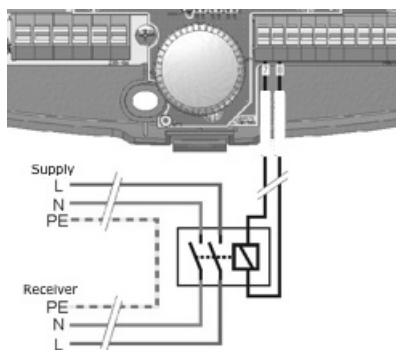

Fig. 17.10 Conexiunea releului cu iesirea H.
Pentru conectarea la radiator folosiți releul conectat ca și în Fig. 17.10. Cablul care conectează controller-ul și transmitter-ul nu trebuie să aibă o rezistență mai mare de 1Ω (vezi Tabelul cu lungimea cablurilor și rezistențele din secțiunea 20.2.1). Rezervorul radiatorului trebuie conectat printr-un releu cu curent maxim de contact nu mai mic decât curentul nominal al radiatorului. Tipul de releu recomandat este Finder 44.62.7.006.0000 care are o capacitate de încărcare de 2x10A. Este potrivit pentru controlul radiatorelor (încărcarea rezistenței) cu putere de până la 2.5k VA. Releul și baza acestuia sunt disponibile ca accesorii. Dacă alegeți să folosiți alt releu, verificați-i parametrii tehnici pentru a vedea dacă respectă standardele de securitate.
1. Unipolar cu arc de revenire: aceasta vana se conecteaza la iesirea H a controller-ului printr-un releu, ca in Fig. 17.10